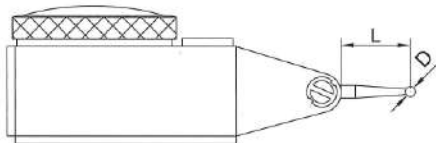

Рис. 6
3. Каждый тип индикатора имеет определенную длину измерительных наконечников (L, рис. 6). Если длина щупа не соответствует, это приведет к ошибке измерения. Обратитесь к таблице, чтобы выбрать правильный тип наконечника серии 6284.